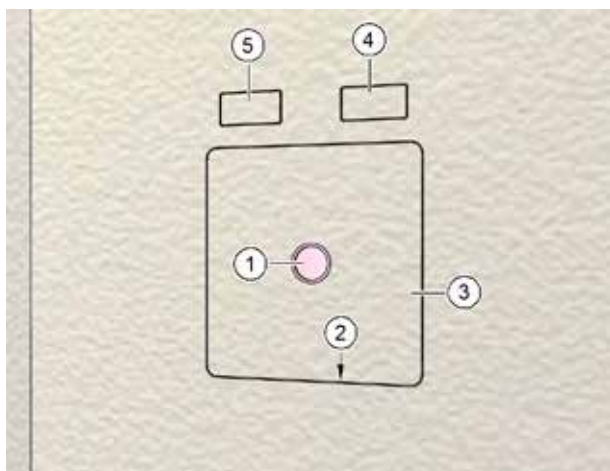

Fig. 26: Intonacatura dell'interno della cassetta a muro
- ▶ Rimuovere il coperchio di segnalazione (pos. 1 nella Fig. 26).
- ▶ Con un coltello scalfire l'intonaco del lato interno della cornice intonaco (pos. 2 nella Fig. 26).
- ▶ Rimuovere attentamente il coperchio di segnalazione (pos. 3 nella Fig. 26).
- ▶ Rimuovere il coperchio di protezione dall'intonaco sul canale dell'aria inserita (pos. 4 nella Fig. 26) e / o sul canale dell'aria estratta (pos. 5 nella Fig. 26).